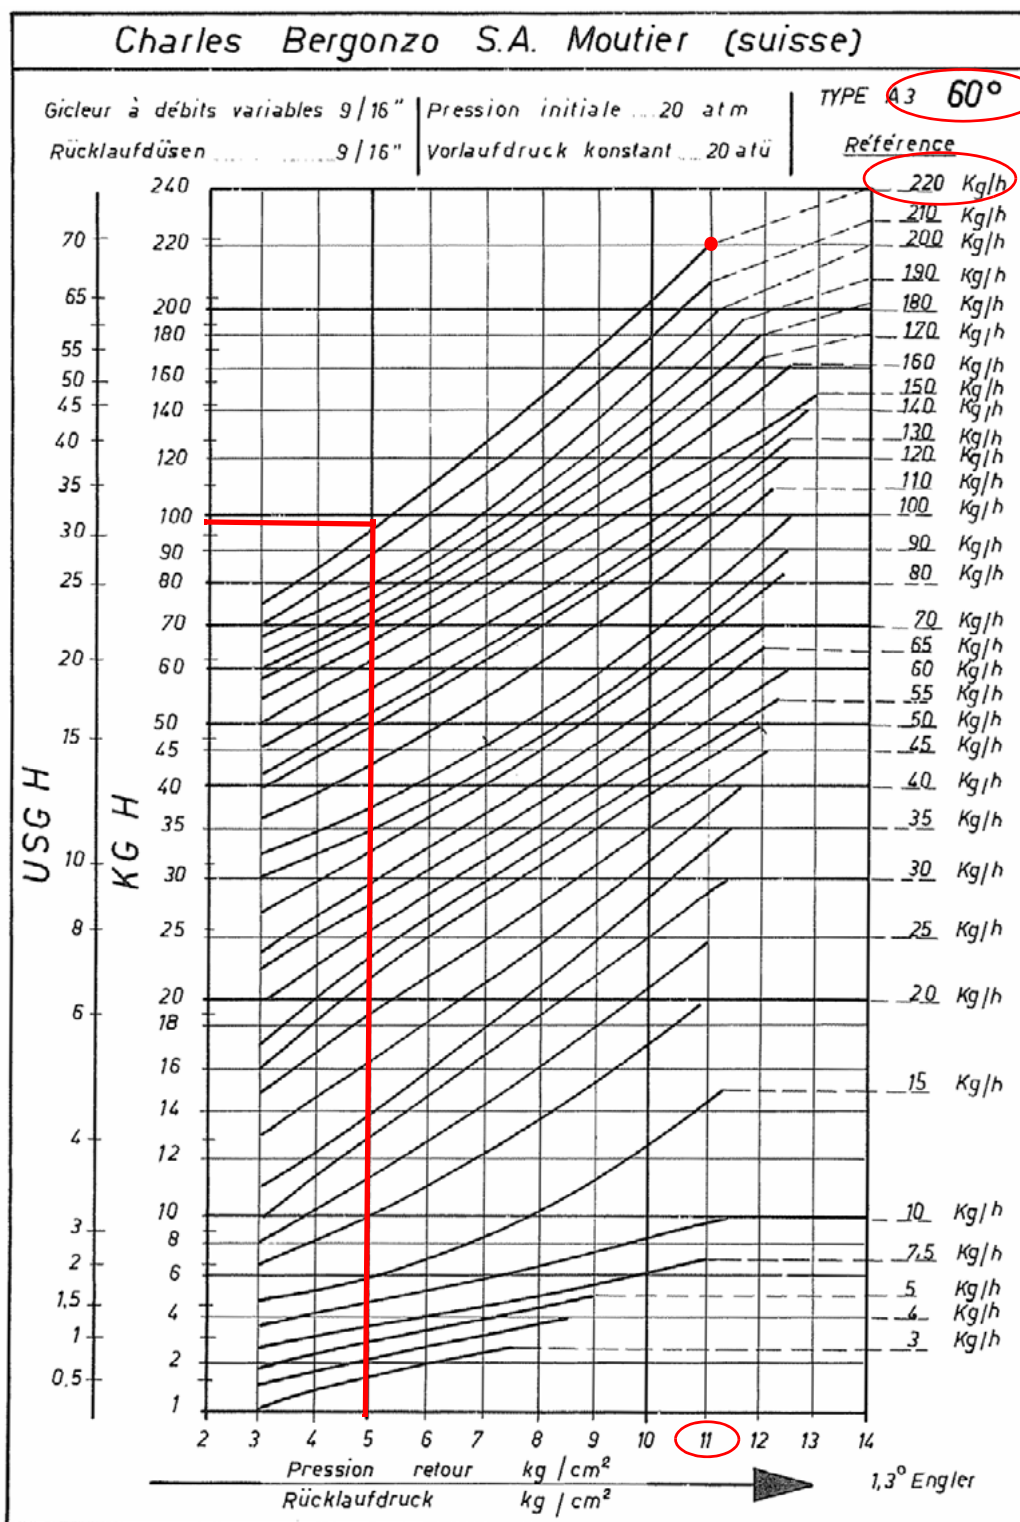
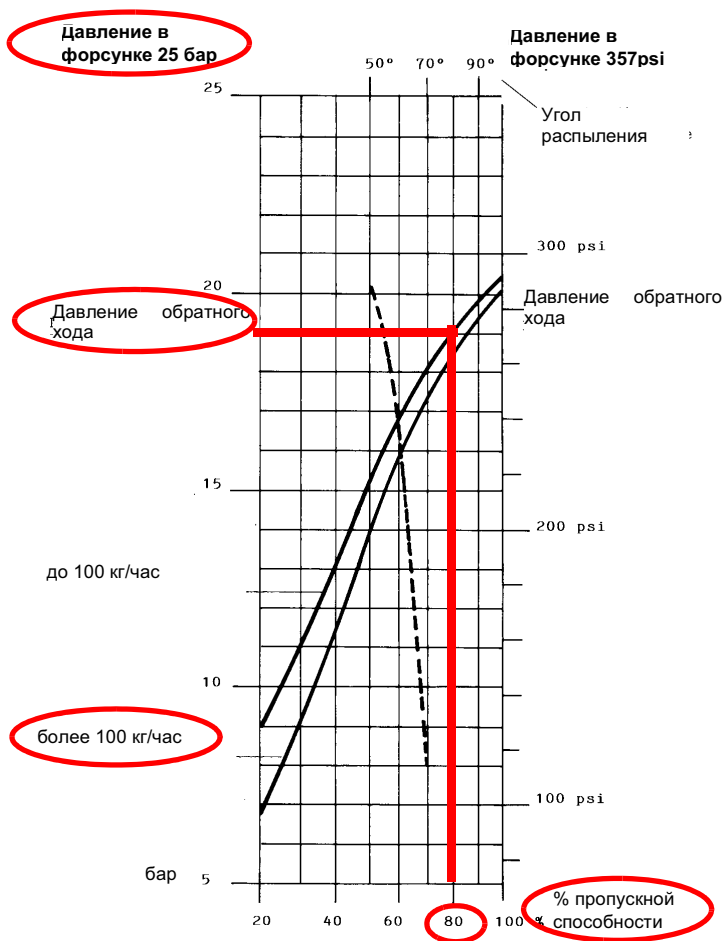

Рис. 14
Рис. 15
Расход мазутного топлива регулируется за счет выбора форсунки (противопоточного типа), соответствующего мощности котла и типу применения размера, а также регулировки давления на прямом и обратном ходе жидкого топлива, согласно данных, указанных в таблице и на графике на Рис. 14 - Рис. 15 (для считывания давления - читайте последующие параграфы)
Пример : 80% номинального расхода на форсунке можно получить, если установлены форсунки с расходом более 100 кг/час, при давлении на обратном ходе примерно равном 18 бар (см. график на Рис. 15).
до получения на форсунке давления в 25 бар (см. график на Рис. 14 - Рис. 15);
- 13 Сместить кулачок III (малое пламя) в сторону минимальной мощности, с тем, чтобы сервопривод начал закрываться, до тех пор, пока два подшипничка не совместятся с регулировочным винтом, относящимся к самой низкой точке: закручивать винт **V** для увеличения расхода, откручивать - для уменьшения, с целью получения значения давления, как на графике на Рис. 14 - Рис. 15, на основании требуемого расхода.